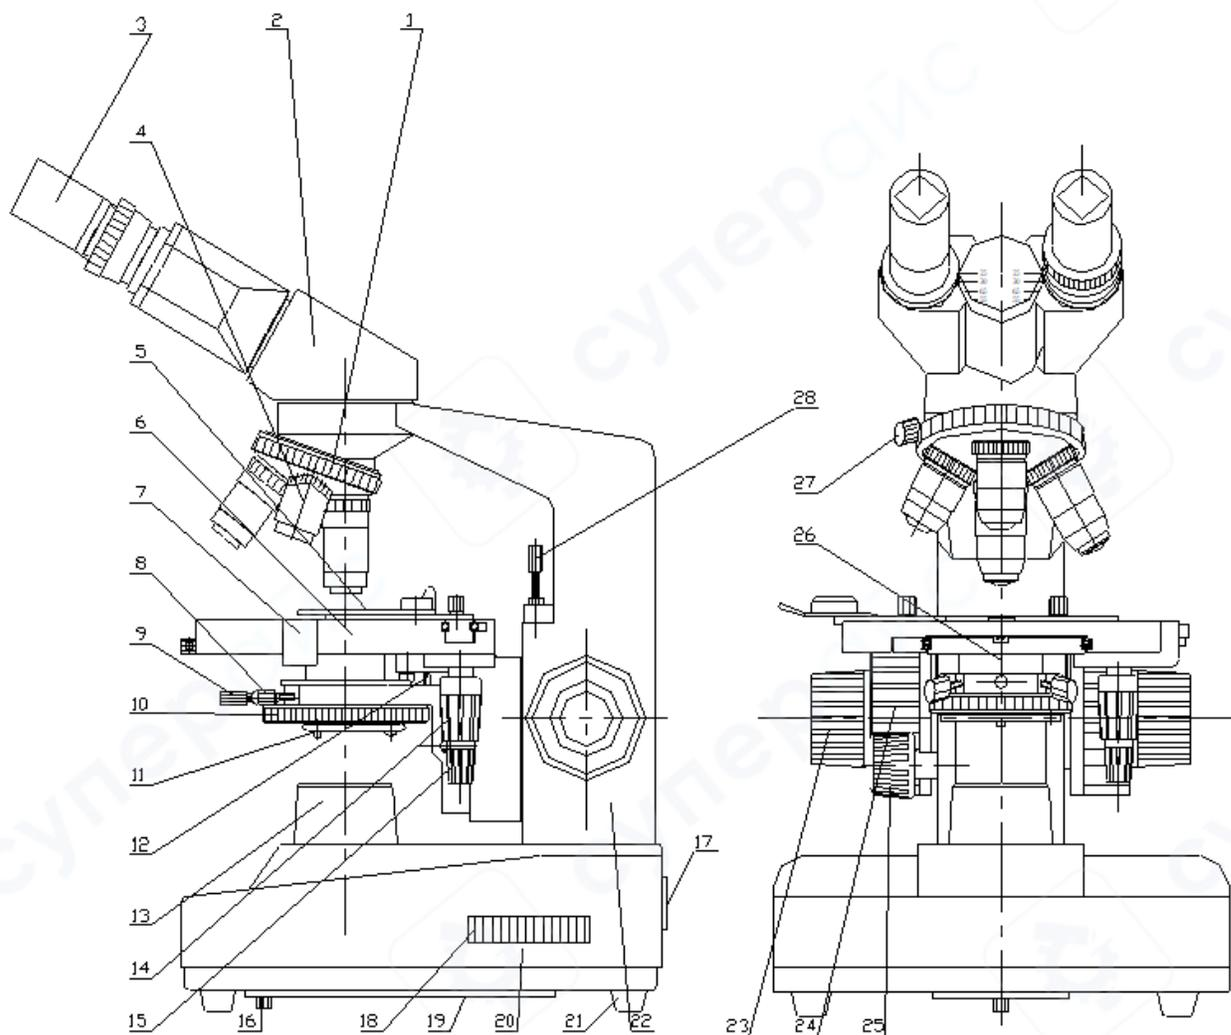

Рис. 1
2. Для удобства упаковки и транспортировки компоненты и детали могут быть отделены от основного блока. Перед использованием соберите их вместе согласно схеме конструкции (Рис. 1).